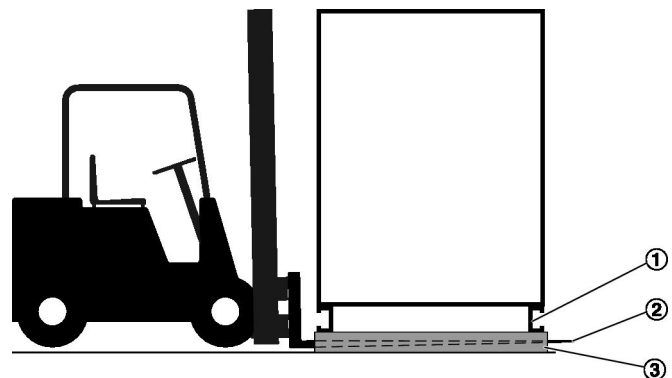

Abb. 4: Transport mit dem Gabelstapler
1. ▶ Die Gabeln (Abb. 4 /3) des Gabelstaplers so weit zwischen die Vierkanttransporthölzer (Abb. 4 /2) fahren, dass sie auf der Gegenseite unter dem Grundrahmen (Abb. 4 /1) herausragen.